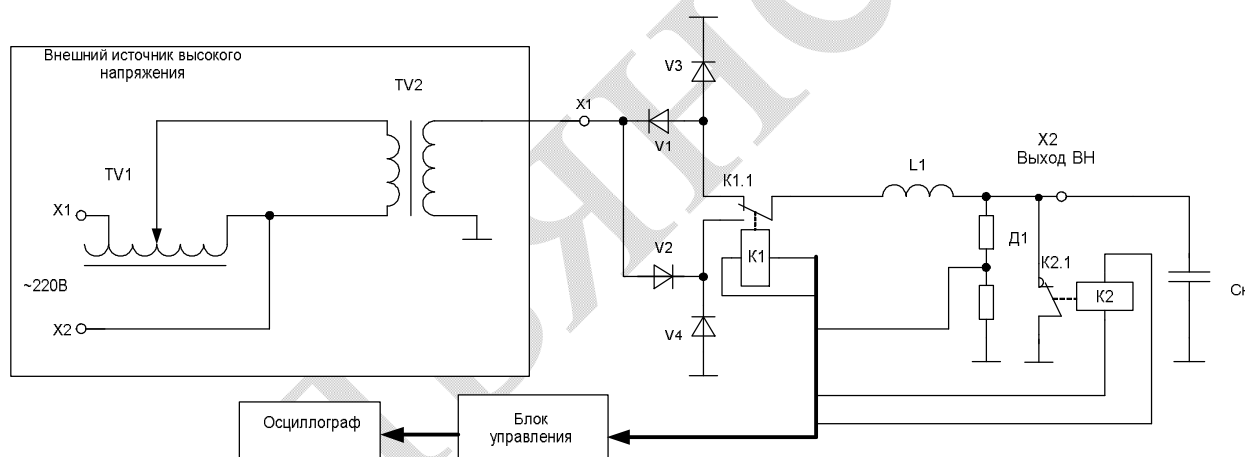

Рис.1
Принцип работы аппарата рассмотрим по упрощенной схеме (рис.1)
Коммутатор высоковольтный  $K1$ , как видно из рис.1, имеет два положения – «верхнее» и «нижнее». В «верхнем» положении - объект испытания заряжается через диод  $V_1$  положительной полярностью, а в «нижнем» – отрицательной полярностью.
- снизить зарядное напряжение с помощью регулировочного трансформатора внешнего источника (рис. 1). При этом показания приборов блока управления будут плавно уменьшаться;